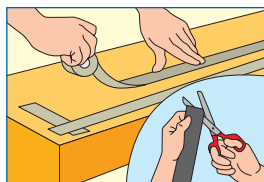

Figure 1
- Masquer au ruban adhésif les zones à protéger du primaire (**Fig. 1**) ;